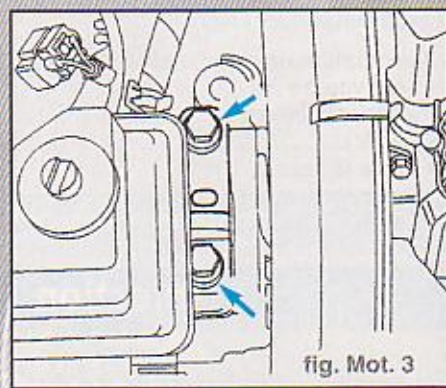

fig. Mot. 3
- Dévisser la fixation côté moteur du support de moteur par le haut (flèches) (fig. Mot. 3).